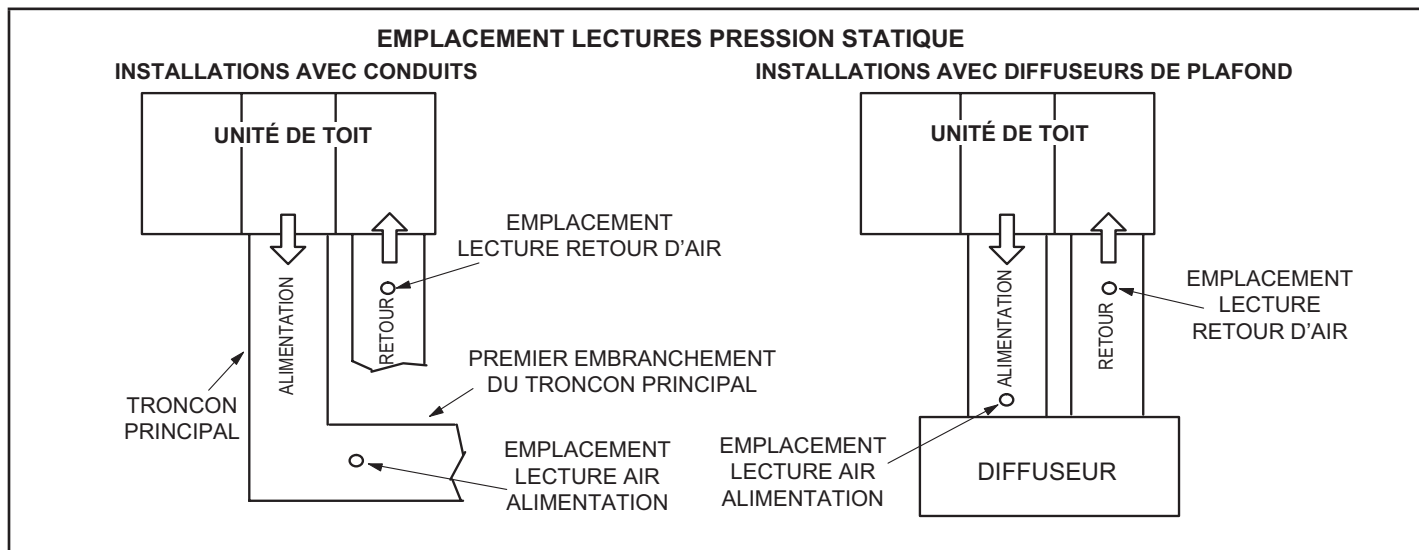

FIGURE 26
- 2 - Avec tous les panneaux d'accès en place, mesurer la pression statique à l'extérieur de l'unité (depuis l'alimentation jusqu'au retour). Les données de rendement du ventilateur sont basées sur les mesures de pression statique réalisées aux endroits indiqués à la FIGURE 26.